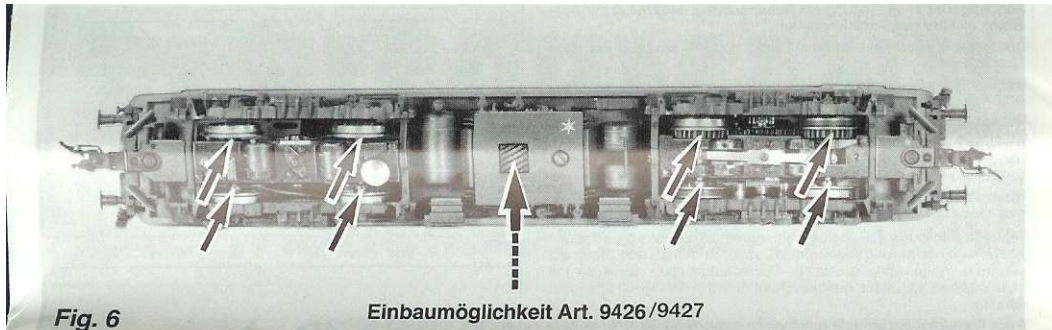

Fig. 6
* Dieser Stern bezeichnet die Masse-führende "gemeinsame Seite" der Lok (Fig. 6).
Ölen: Geölt wird Motor und Getriebe nur an den gekennzeichneten Lagerstellen (Fig. 6, 7, 8).
An der markierten Stelle kann der **Schaltmagnet 9426/9427** eingebaut werden (Fig. 6).
Lubrication: The motor and gear-box need only be lightly oiled at the bearing points marked (fig. 6, 7, 8). Only use FLEISCHMANN oil 6599. Only put a tiny drop in each place (→), otherwise it will be overoiled. An applicator needle is located in the cap of the oil bottle for your use.
* This star indicates the so called "common side" of the loco (fig. 6).
The indicated point can be used for locating the **switching magnet 9426/9427** (fig. 6).
Graissage: Le moteur et les engrenages doivent être huilés uniquement aux endroits indiqués (fig. 6, 7, 8). N'utilisez que l'huile recommandée FLEISCHMANN 6599. Une seule goutte par point à lubrifier (→) afin d'éviter tout excès. L'aiguille montée dans le bouchon du petit flacon convient parfaitement à cet usage.
* Cette étoile indique le côté "masse" de la locomotive, qui est "commun" aux deux alimentations ci-dessus (fig. 6).
L'aimant permanent 9426/9427 peut être monté à l'endroit indiqué (fig. 6).
Olieën: De motor en de aandrijving hoeven alleen op de aangegeven plaatsen geolied te worden (fig. 6, 7, 8). Alleen FLEISCHMANN-olie 6599 gebruiken. Een klein druppeltje per smeerpunt (→) is heus voldoende, anders wordt de zaak te vet. Voor een juiste dosering het spuitje gebruiken dat wordt bijgeleverd in het olieflesjes.
* Deze ster kenmerkt de massa-voerende "gemeenschappelijke kant" van de lok (fig. 6).
Op de gemerkte plaats kan de **schakelmagneet 9426/9427** gemonteerd worden (fig. 6).
Smøring: Smør kun de anviste steder (fig. 6, 7, 8).
Kontaktmagneten 9426/9427 kan anbringes på det viste sted (fig. 6).
* Denne stjerne betegner den masseførende (stel) "fællesside" af lok'et (fig. 6).
Lubrificazione: Il motore e l'ingranaggio vengono lubrificati solo nei punti contrassegnati nei supporti (fig. 6, 7, 8). Utilizzare solo olio FLEISCHMANN 6599. Usare soltanto una piccola goccia per ogni punto di oliatura (→), altrimenti si rischia di oliare troppo. Per il dosaggio utilizzare l'ago di cui è provvisto il tappo di chiusura del flacone dell'olio.
* Questo asterisco contrassegna il "lato comune" della locomotiva che conduce a massa (fig. 6).
Sul posto segnato può essere installato il **dispositivo di comando 9426/9427** (fig. 6).